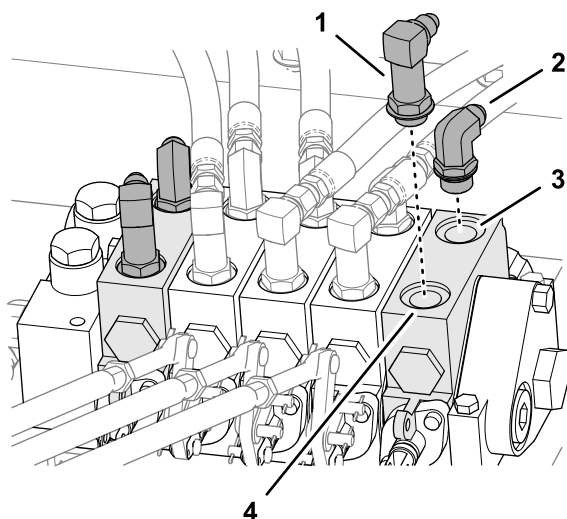

Figure 5
3. Insérez les raccords à 90° courts dans les orifices de rétraction des vannes de commande des unités de coupe 6 et 7 (Figure 5).
4. Insérez les raccords à 90° hauts dans les orifices d'extension des vannes de commande des unités de coupe 6 et 7 (Figure 5).